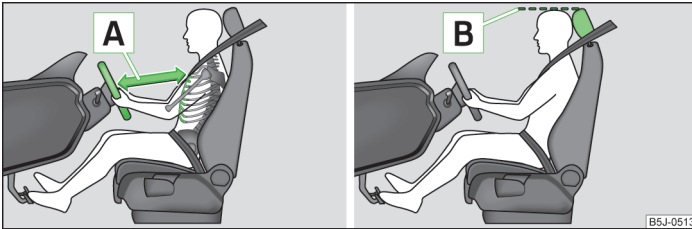

Fig. 106 Distancia correcta del conductor al volante/Ajuste correcto del reposacabezas
- Ajuste el volante de tal modo que la distancia entre el volante y el esternón sea, como mínimo, de 25 cm **A** » fig. 106.
- Ajuste el reposacabezas de tal modo que el borde superior del mismo se encuentre dentro de lo posible a la misma altura que la parte superior de su cabeza **B** » fig. 106 de la página 131 » página 131.
- Ajuste el reposacabezas de tal modo que el borde superior del mismo se encuentre, en la medida de lo posible, a la misma altura que la parte superior de la cabeza **B** » fig. 106 de la página 131 » página 131.